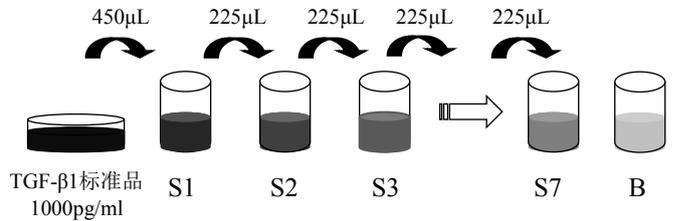

图6. TGF-β1标准品稀释图
- 5) 重复上述操作，连续稀释至S7管。以此创建标准曲线(见图6)。